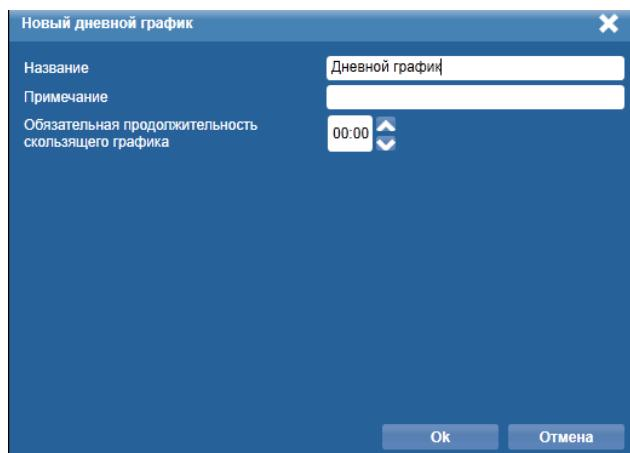

Рисунок 32. Окно **Новый дневной график**
- 3) В отобразившемся окне **Новый дневной график** (Рис. 32) ввести следующие параметры:
- 3) В отобразившемся окне **Редактирование дневного графика**, которое по структуре идентично окну **Новый дневной график** (Рис. 32), отредактировать необходимые параметры,